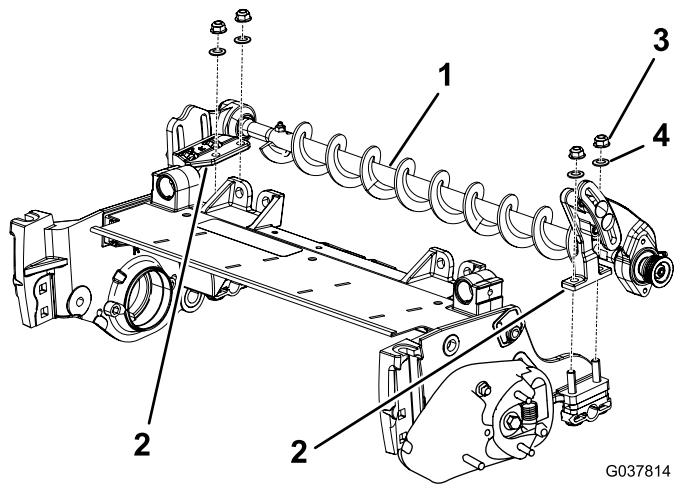

図 5
1. ローラブラシアセンブリ取り付けブラケットを、ローラブラケットボルトにセットする図5。